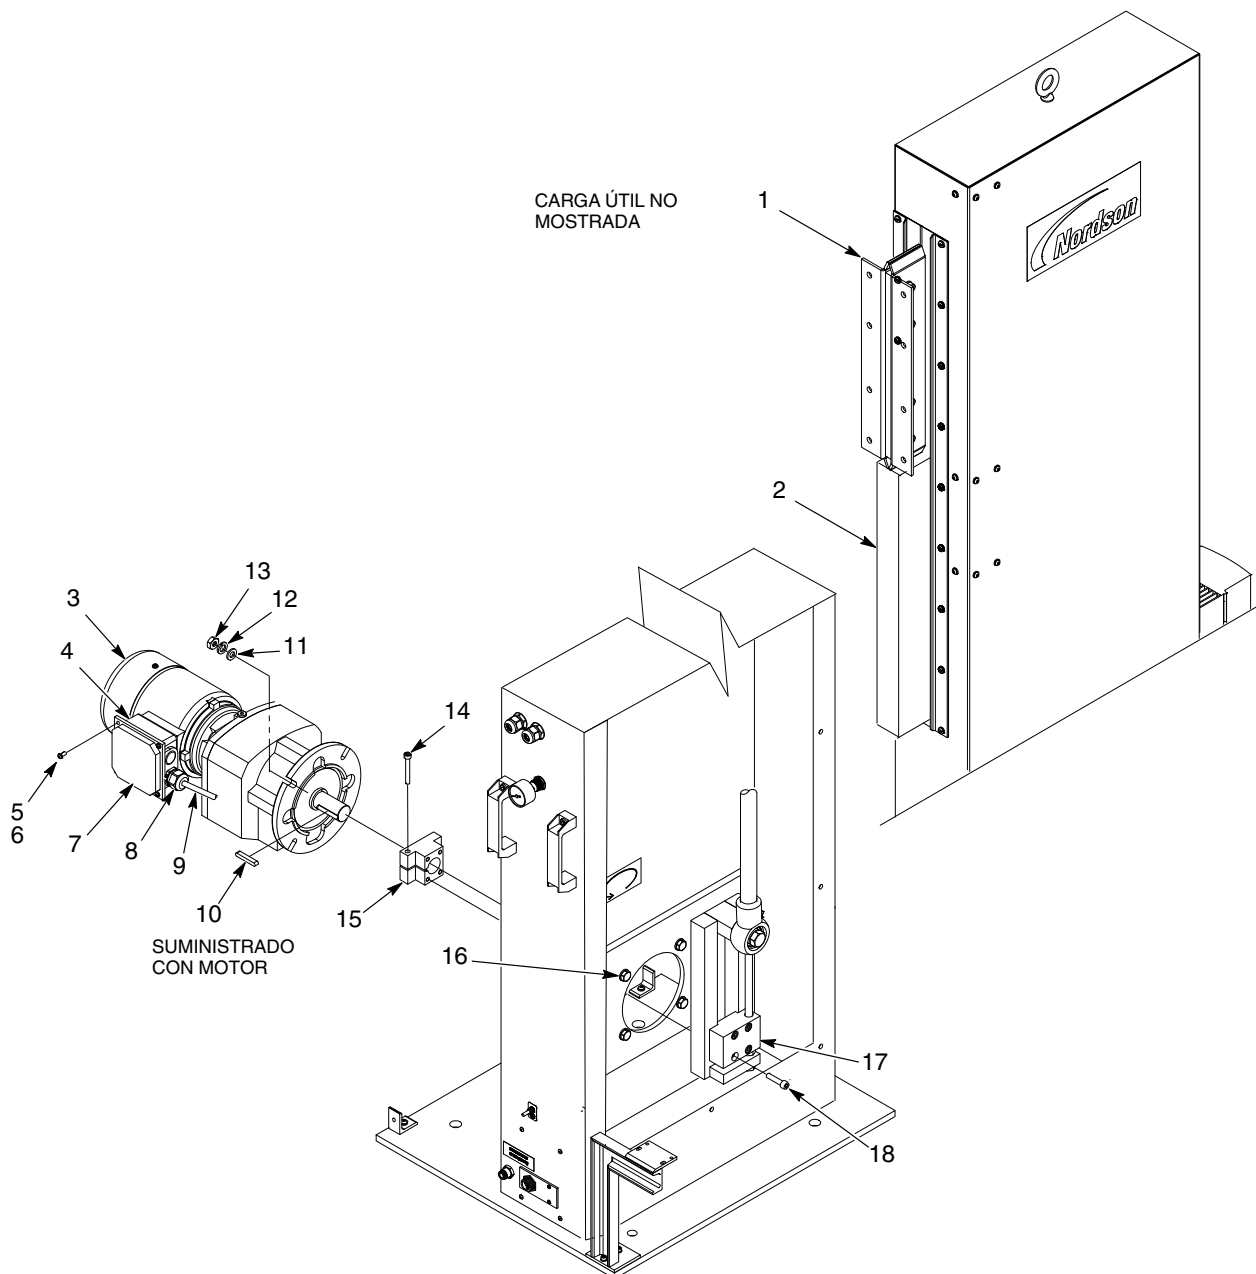

Figura 14 Sustitución de motor de engranajes
1. Ver la figura 14. Desplazar el carro de pistolas (1) a la parte superior de la posición de carrera. Utilizar un bloque (2) tal y como se muestra para fijar el carro de pistolas (1).
- a. Retirar los tornillos (5) y las arandelas de bloqueo (6) que fijan la cubierta (7) a la caja de conexiones (4).
- c. Extraer el prensaestopas del cable (8) y guardarlo para utilizarlo con el nuevo motor de engranajes.
- d. Desconectar los cables en la caja de conexiones (4). Tirar del cable (9) con cuidado para extraerlo de la caja de conexiones.
4. Extraer los tornillos (18) fijando la barra de reacción (17) al bloque del eje (15). Elevar la barra de reacción y girarla a un lateral.
5. Retirar los tornillos (13), las arandelas de bloqueo (12) y las arandelas (11) que fijan el motor de engranajes (3) a los pernos de montaje (16). Extraer el motor de engranajes del oscilador.
6. Soltar el tornillo (14) del bloque de eje (15). Retirar el bloque de eje del motor de engranajes (3).